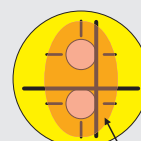

Fig.9
Perché la barriera "FUTURA2RL" possa funzionare nel modo più appropriato è fondamentale che venga correttamente installata, collaudata e utilizzata secondo quanto di seguito riportato. Porre le due unità Trasmettitore (TX) e Ricevitore (RX) perfettamente allineate ed in asse fra di loro, fissandole tramite gli appositi supporti isolanti orientabili forniti in dotazione, alla distanza di lavoro specificata in fase di ordine e riportata nei dati di targa alla voce "Distanza di esercizio". Evitare se possibile di affacciare il Ricevitore alla luce solare diretta. L'apparecchio viene acceso dando tensione alle unità TX ed RX secondo le indicazioni fornite dai dati di targa. Se tutto va bene dopo circa 1 secondo il dispositivo è pronto all'esercizio. Dalla testata frontale della sezione TX deve uscire un fascio di luce laser visibile che andrà ad illuminare la testata della sezione RX prevista di riferimenti per la centratura in corrispondenza dei due fori di ingresso ai sensori (Pag.9 - Fig.9). Migliorarne eventualmente l'orientamento nel caso in cui il fascio non dovesse illuminare perfettamente la zona dei riferimenti. Il significato delle spie luminose presenti su RX è dettagliatamente descritto e rappresentato al paragrafo 8 "*Indicatori luminosi e mezzi di impostazione*". Dopo aver alimentato ed allineato correttamente le due unità verificare che sia acceso il segnalatore **RUN** verde su RX. Il segnalatore **ALT** rosso su RX risulterà acceso in presenza di un ostacolo all'interno dell'area di rilevamento, per il non perfetto allineamento delle unità stesse oppure per mancanza di emissione laser dalla sezione Trasmettente. Per il prolungamento dei collegamenti si consiglia l'utilizzo di cavi schermati onde evitare qualsiasi tipo di disturbo interferente. Ad installazione ultimata verificare che il cilindro di prova venga intercettato in tutti i punti dell'area da proteggere. Il minimo diametro del cilindro di prova che viene sicuramente intercettato in tutti i punti dell'area protetta si chiama Capacità di rilevamento massima della barriera che ad esempio per la serie FUTURA2RL è maggiore o uguale a 14 mm.